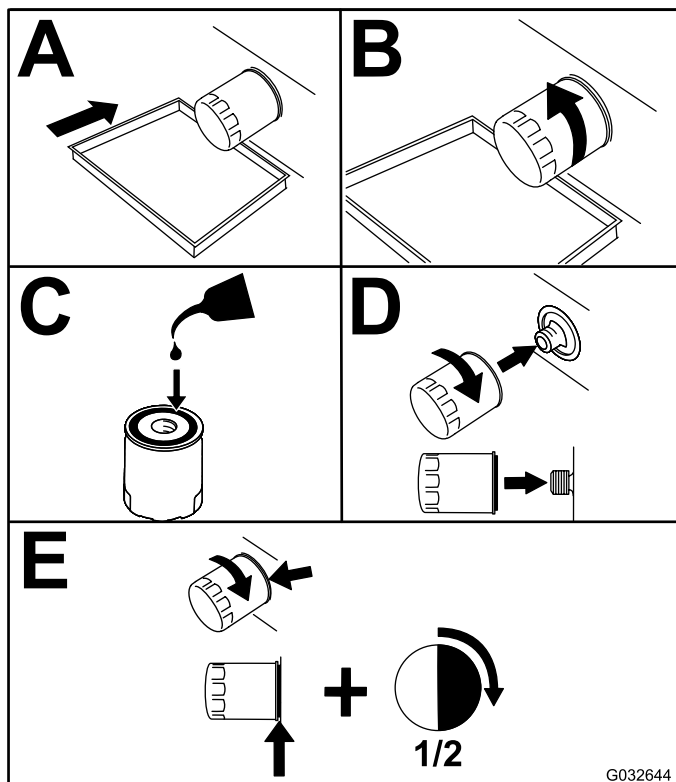

Figura 50
2. Sustituya el filtro de aceite del motor (Figura 50).